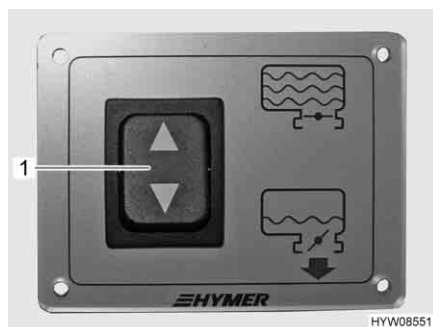

Fig. 168 Interruttore di comando per rubinetto di scarico
L'interruttore di comando (Fig. 168,1) per lo scarico delle acque grigie si trova nel garage di coda. Il tubo di scarico con collegamento per un tubo di gomma per lo scarico si trova sotto al veicolo.
- Aprire il rubinetto di scarico. A tal fine premere verso il basso l'interruttore di comando (Fig. 168,1). Le acque grigie fuoriescono.
- Dopo il deflusso completo delle acque grigie, richiudere il rubinetto di scarico. A tal fine premere verso l'alto l'interruttore di comando (Fig. 168,1).